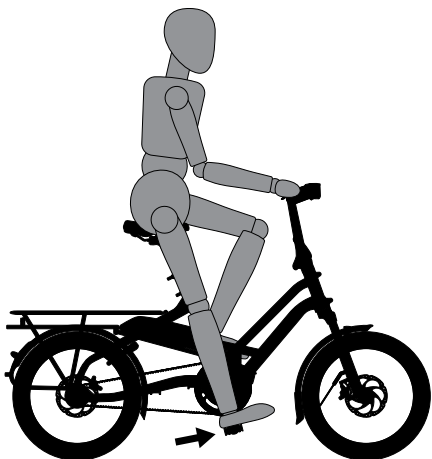

fig. 8
1. **Ajuste Hacia Arriba y Hacia Abajo:** Para comprobar la altura correcta del sillín (fig. 8):